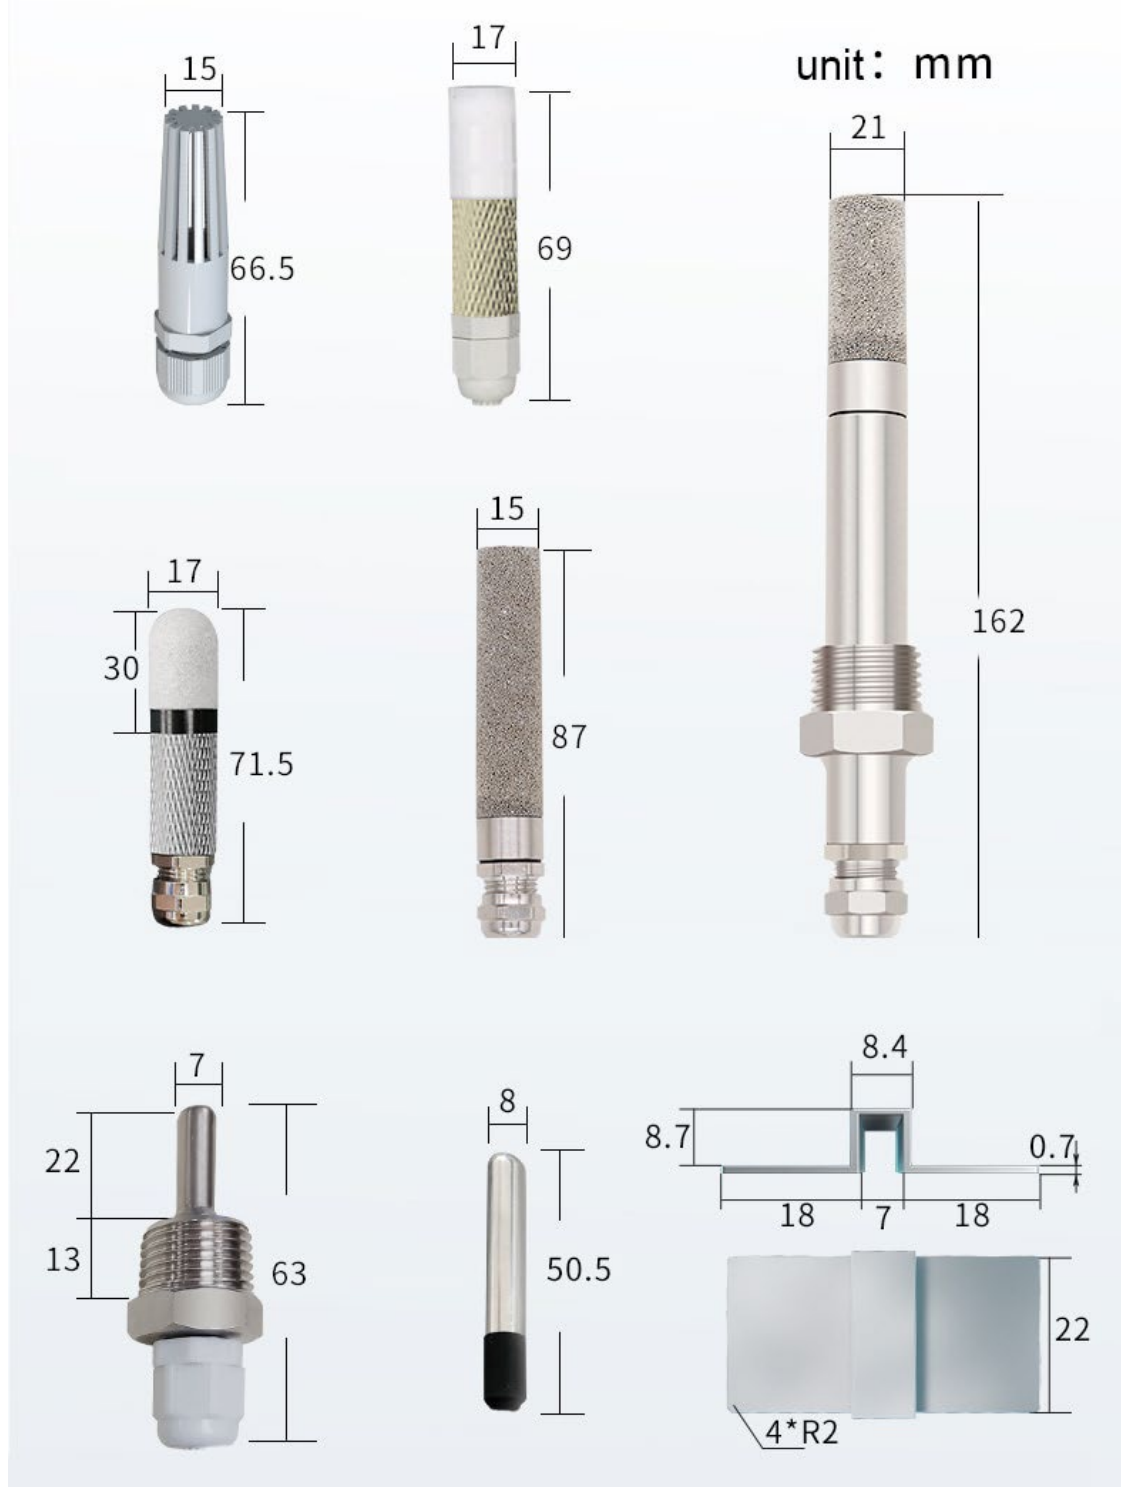

Figura 1: Dimensiones y formas de cada modelo (mm).
- Dimensiones: Ver **Tabla 1** y **Figura 1** de cada modelo.
En cuanto al montaje del sensor, sugerimos ver la **Tabla 1** y Figura 1 en donde se detallan los ámbitos de aplicación, grados de protección IP y dimensiones de los sensores.